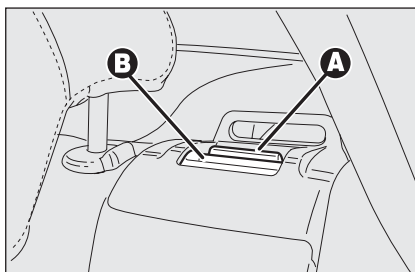
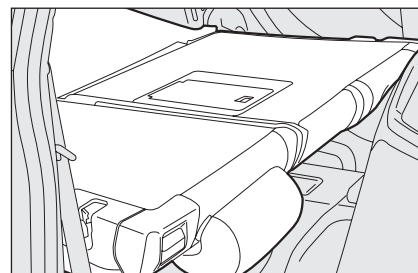

fig. 76
fig. 77
- ☐ sollevare le leve **A-fig. 76** di ritengo schienali e ribaltarli in avanti, in modo da ottenere un unico piano di carico **fig. 77** (il sollevamento della leva **A** è evidenziato da una "banda rossa" **B**).
- ☐ sollevare la leva **A-fig. 76** di ritegno schienale e ribaltare quest'ultimo in avanti (il sollevamento della leva **A** è evidenziato da una "banda rossa" **B**).
**Assicurarsi che lo schienale risulti correttamente agganciato su entrambi i lati ("bande rosse" B-fig. 76 non visibili) per evitare che, in caso di brusca frenata, lo schienale possa proiettarsi in avanti causando ferimento ai passeggeri.**